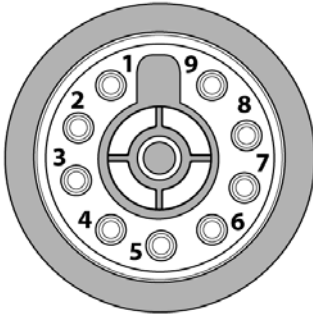

Рис. 8.2. Панельный разъём плазматрона.
3. Подключите кабельный разъём плазматрона к разъёму аппарата на передней панели (См. рис. 8.2). Убедитесь в плотной фиксации соединения.